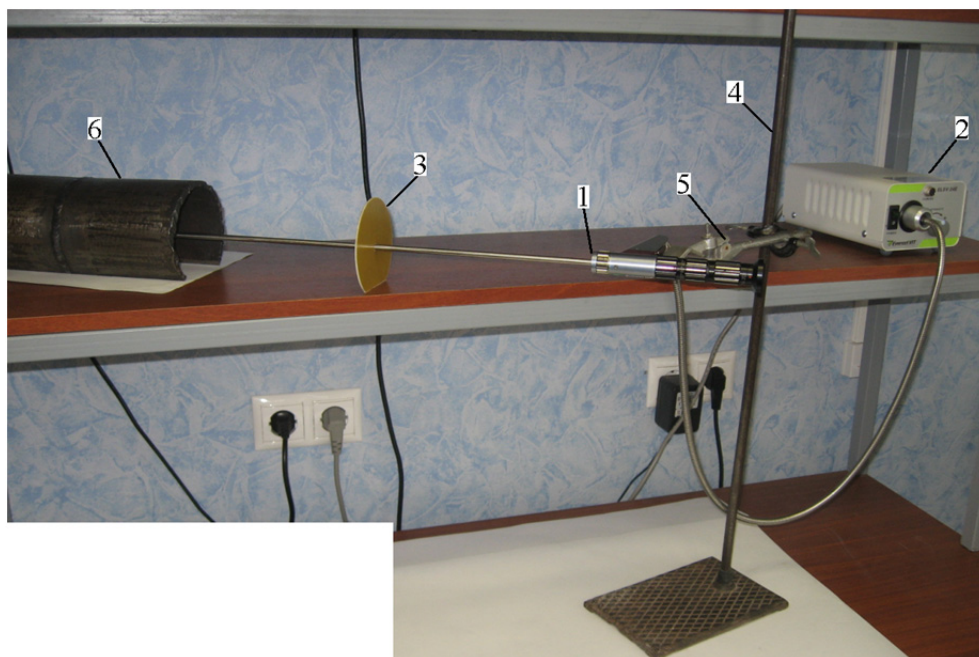

Рис. 4.14. Лабораторная установка:
1. Собрать схему осмотра стыкового сварного соединения трубопровода (или иного цилиндрического объекта), состоящую из жесткого эндоскопа с качающейся призмой PRZ06-0550-VAR-50 фирмы EVEREST VIT, осветителя, центрирующего устройства и штатива, как показано на рис. 4.14. Провести визуальный осмотр сварного шва.
2. Дополнить схему п. 1, показанную на рис. 4.14, и зафиксировать результаты контроля при помощи цифрового фотоаппарата. Для этого необходимо с помощью механического адаптера соединить окуляр эндоскопа с фотоаппаратом.